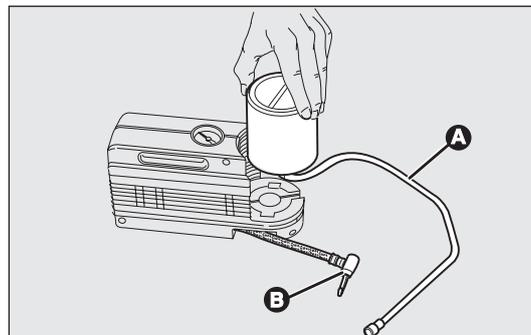

fig. 148
- desconecte el acoplamiento A-fig. 148;